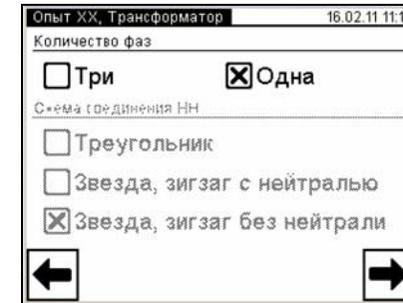

Рисунок 6.41
4) Установить количество фаз проверяемого трансформатора, для чего нажать в поле "Одна" в подразделе "Количество фаз" в окне "Опыт XX. Трансформатор" (рисунок 6.41).